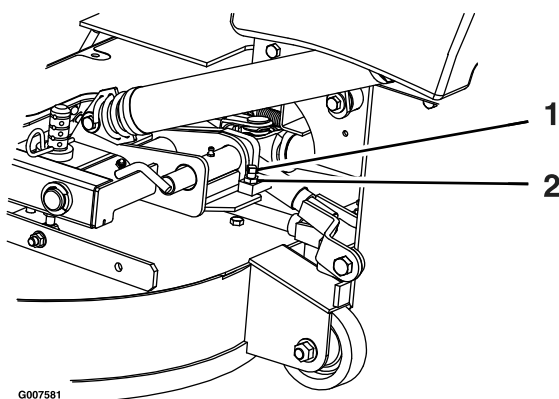

Figura 67
2. Afloje la contratuerca y gire el tornillo de tope en sentido horario hasta que el pasador de bloqueo esté apretado y no pueda girarse con la mano (Figura 67).